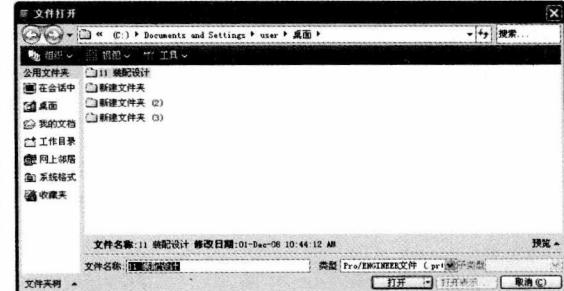

图 1-16 “文件打开”对话框
①从“文件”菜单中选择“打开”命令；②在工具栏中单击“打开”按钮。两种方法都能弹出如图 1-16 所示的“文件打开”对话框，从中选择需要打开的零件、组件或工程图等，然后单击“打开”按钮即可。